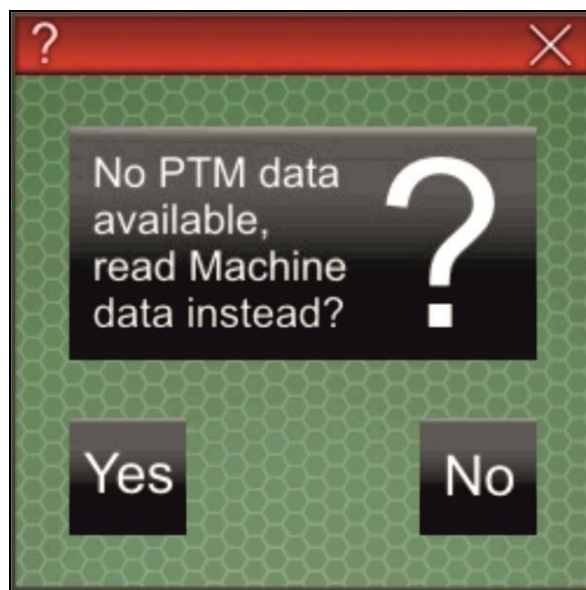

Fig. 178
6. Wenn keine am PC erstellten Daten zum Importieren zur Verfügung stehen (Fig. 178), drücken Sie